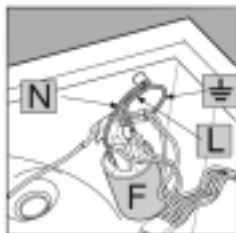

Рис. 2
3. Отсоедините провода от подавителя радиопомех **F** (рис. 2) в следующем порядке: голубой=N, затем коричневый=L, заземляющий провод \perp должен быть снят последним.
Вставьте кончик петли (отмеченный стрелкой на *рис. 2*) в отверстие для петли и нажмите на панель по направлению к машине. Закрепите 2 петли винтами типа **D**.